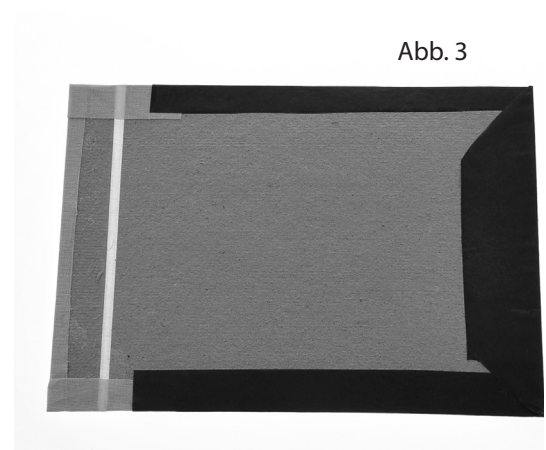

Abb. 3
3. Das farbige Überzugspapier von Deckel und Rückenteil so zuschneiden und auf die Graupappe aufleimen, dass an 3 Seiten ca. 15 mm überstehen. Diese Überstände nach innen falten und festleimen. (s. Abb.3)